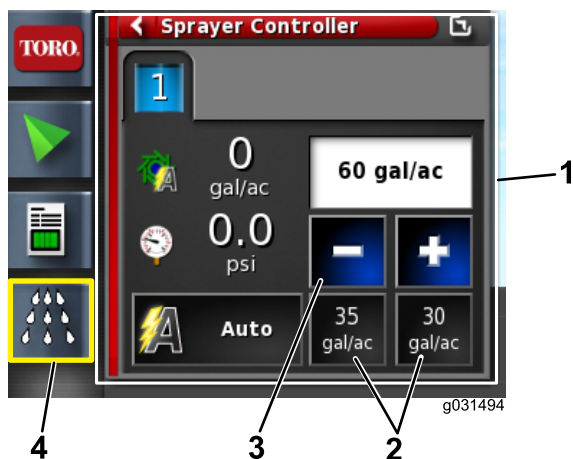
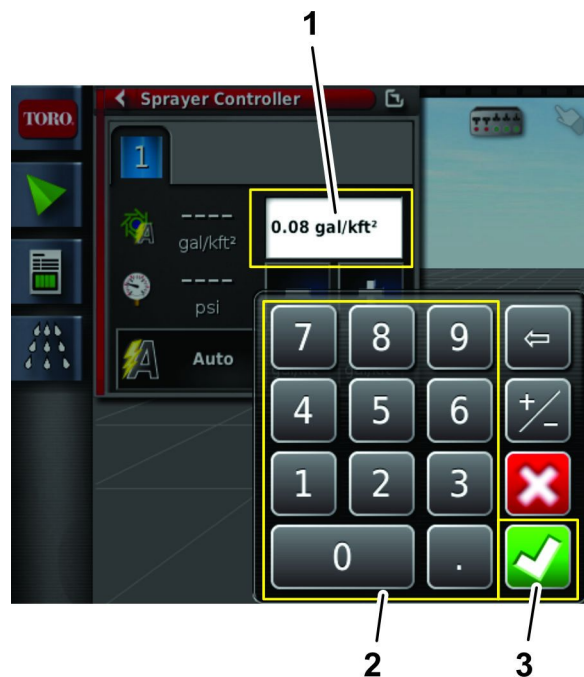

Рисунок 42
Рисунок 43
4. Если интенсивность выбрана неправильно, измените ее, нажав значки предварительно установленной интенсивности, либо нажмите значки уменьшения или увеличения для пошагового изменения интенсивности опрыскивания или выберите позицию текущей интенсивности и введите интенсивность на цифровой клавиатуре (Рисунок 42 и Рисунок 43).